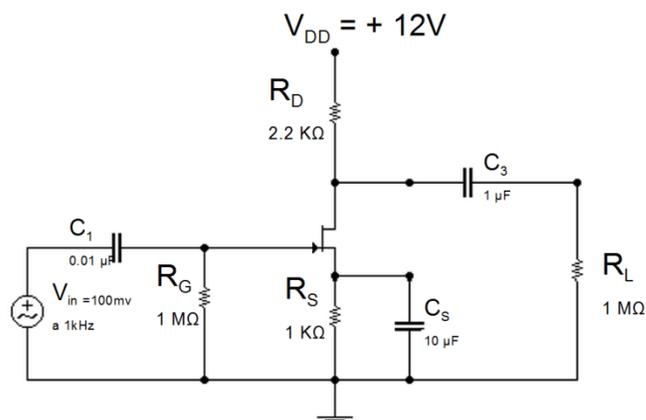

Figura 6. Autopolarización del Fet.
- Arme el siguiente circuito de autopolarización. (Figura 6)